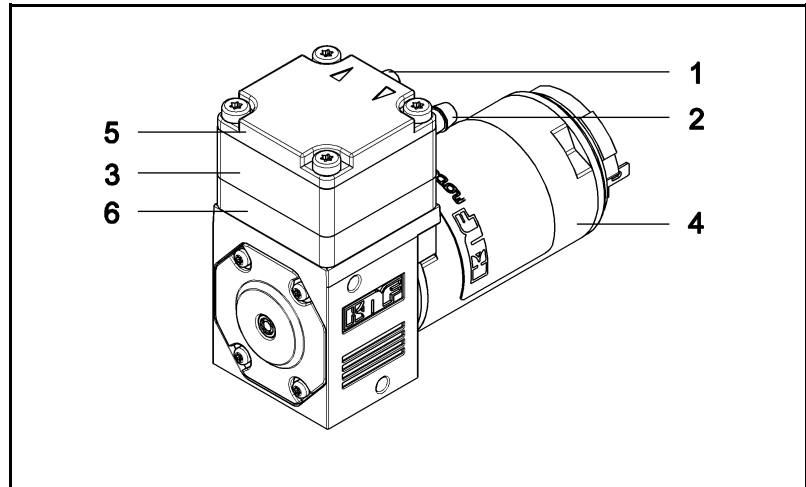

Fig. 1: Membran-Flüssigkeitspumpe NF 60
* Der Pumpenkopf besteht aus Anschlussplatte und Zwischenplatte (Fig.1)